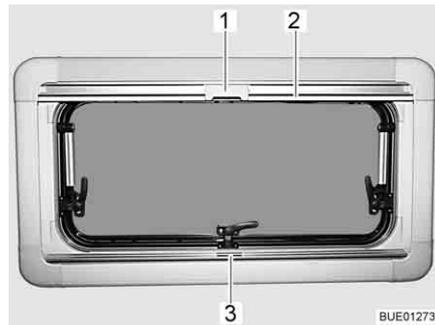

Bild 63 Ausstellfenster
- Faltdunklung in der Mitte der Griffleiste (Bild 63,3) fassen, von unten nach oben ziehen und auf der gewünschten Höhe loslassen. Die Faltdunklung bleibt in dieser Höhe stehen.
- Insektenschutzrollo an der Griffleiste (Bild 63,2) nach unten ziehen, bis es an der Griffleiste der Faltdunklung (Bild 63,3) anstößt.
- Raste (Bild 63,1) am Insektenschutzrollo mit der Griffleiste der Faltdunklung verriegeln.
- Raste (Bild 63,1) am Insektenschutzrollo oben nach hinten drücken.
- Insektenschutzrollo an der Griffleiste (Bild 63,2) langsam zurückführen.